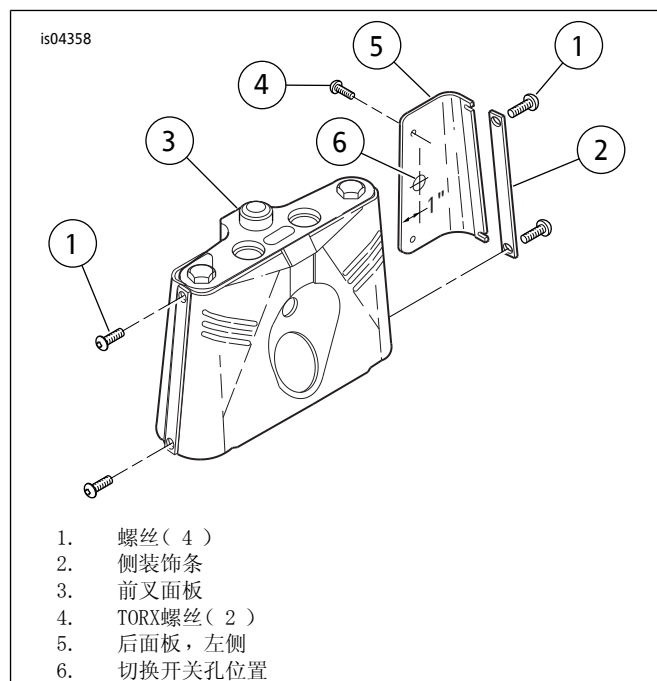
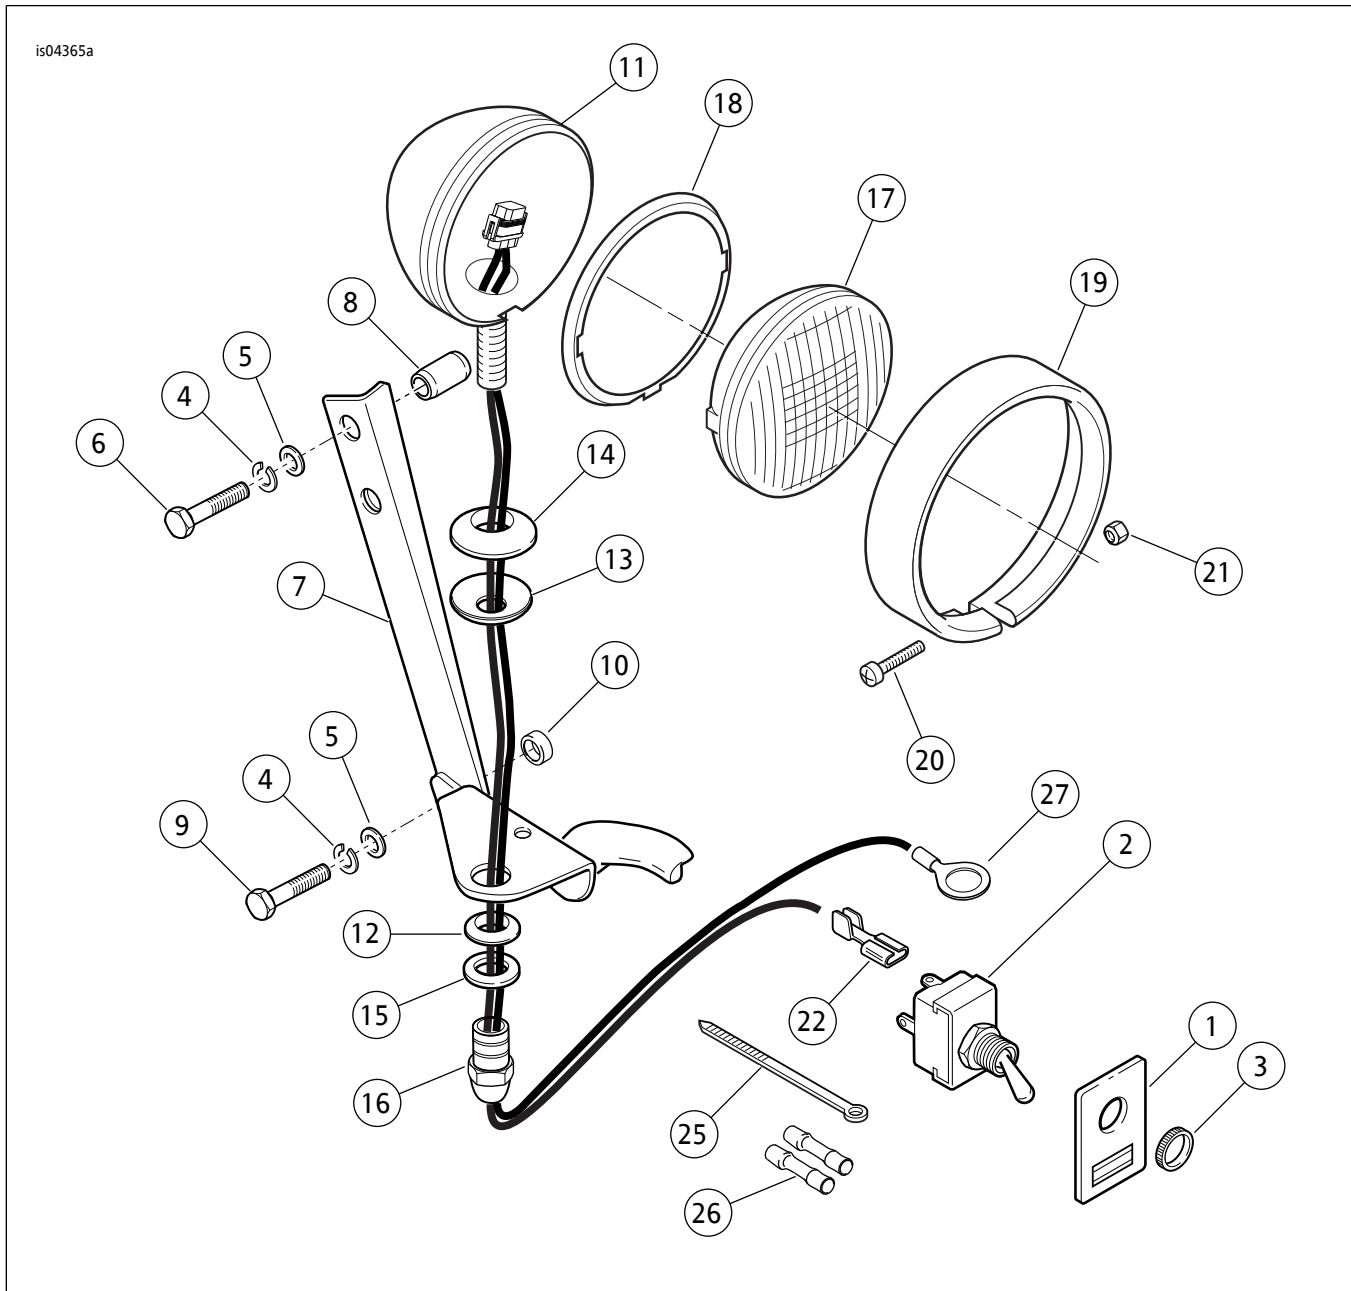

图1。切换开关孔
图6。维修零件：辅助灯套件
参见图6和表1。
1. 参见图1。从叉装饰面板每一侧(3)拆下两个螺丝(1)和侧装饰条(2)并丢弃。
3. 参见图6。将背胶标签(1)粘贴至钻出的孔(图1：项目6)周围。使用滚花螺母(3)将切换开关(2)安装至孔中。将后面板置于一旁以便稍后布线。
7. 使用五金件(12-16)将辅助灯罩(11)连接至支架，顺序如图6所示。
6. 参见图6。安装辅助灯(17)和装饰环(19)。